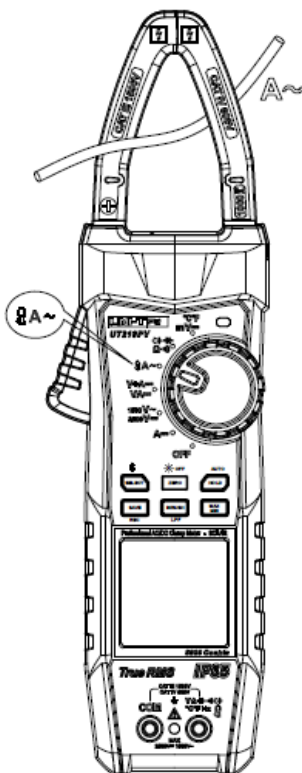

Abbildung 8
4. AC-Strommessung (Klemmbacken und Flexstromsensor) (Abbildung 8 & Abbildung 9)